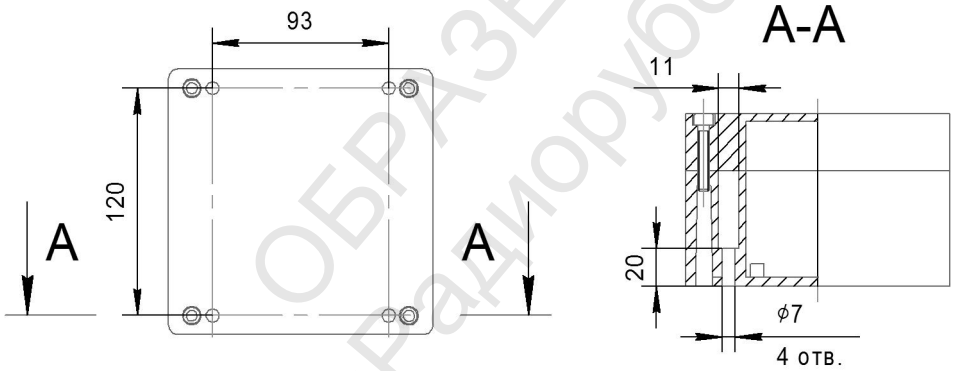

Рис. 2 – Присоединительные размеры
1.6.10 Присоединительные размеры см. рис. 2.